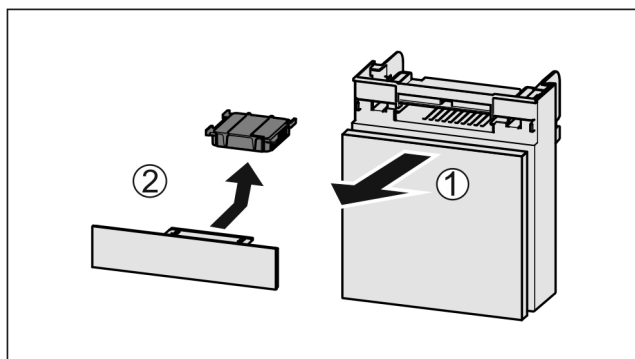

Fig. 236
- Izvelciet nodalījumu uz priekšu Fig. 236 (1).
- Izņemiet aktīvās ogles filtru Fig. 236 (2).